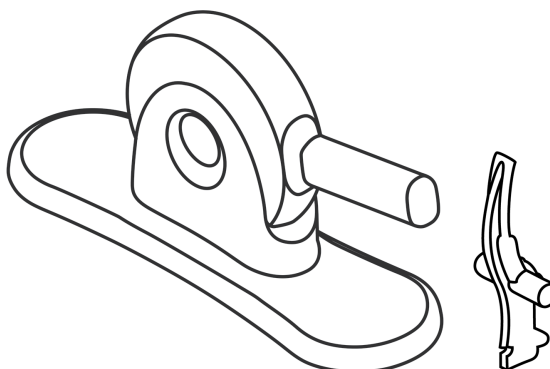

Figure 5 : Sertisseur et butée de sertissage en 2 pièces Edwards
- **Sertisseur Edwards et butée de sertissage (Figure 5)**